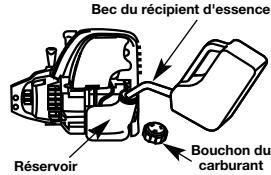

Fig. 7
- Déposez le bouchon à essence (Fig. 7).
- Placez le bec du récipient d'essence dans l'orifice du réservoir (Fig. 7) et remplissez celui-ci.